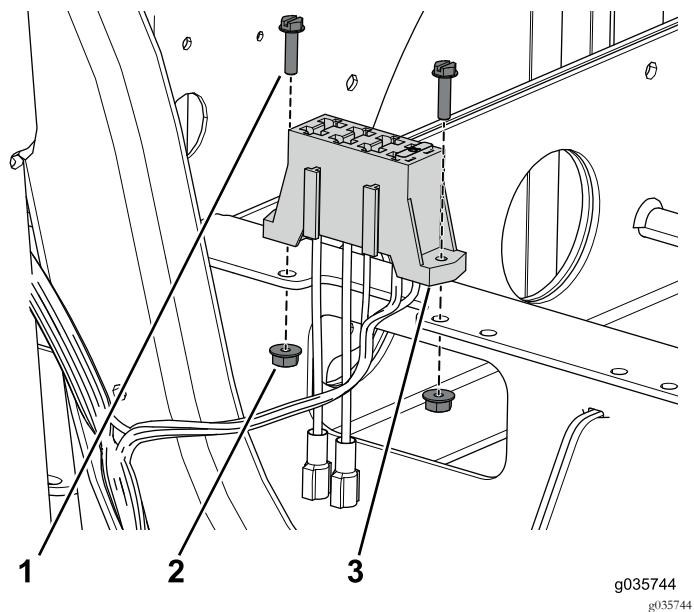

Bild 84
3. Befestigen Sie den Sicherungsblock mit den zwei Schrauben und Muttern am vorderen Batteriefach (Bild 84).